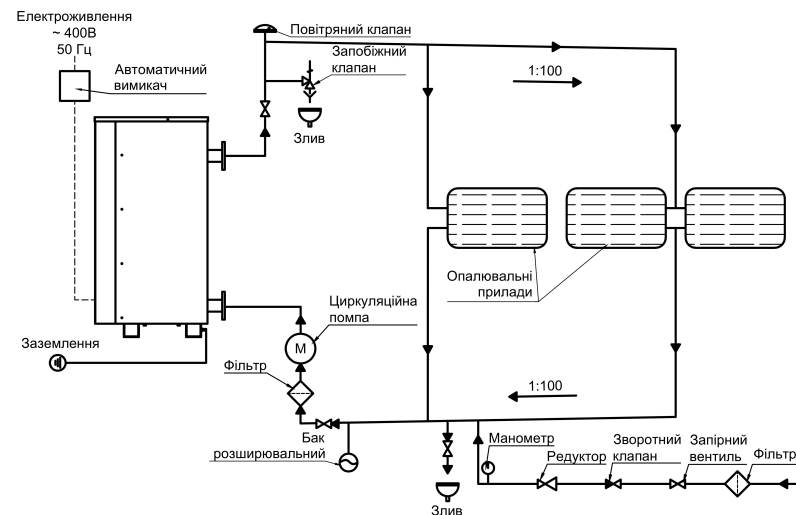

Рисунок1 Принципова схема системи опалення, що рекомендується
6.2 Після підключення КЕО до систем опалення (рисунок 1) необхідно зняти верхню та передню кришку зовнішнього кожуха і підключити кабель живлення, що йде від автоматичного вимикача мережі до клем блоку відповідно до маркування А, В, С, N і захисного заземлення, підключити циркуляційну помпу системи опалювання і провести зовнішній огляд елементів з метою виявлення і усунення можливих несправностей, а також перевірити затяжку контактів. Перевірити включення автоматичних вимикачів на панелі автоматики. Встановити і закріпити кришки в зворотному порядку.